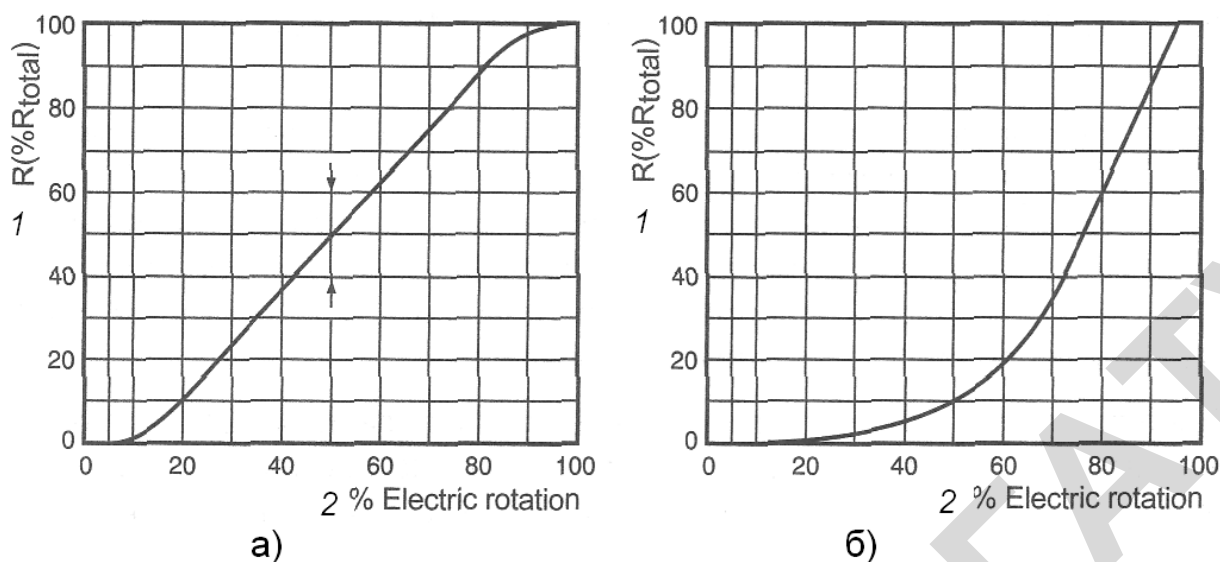

Рис. 54. Потенциометры с различными формами кривых:
Для различных применений резисторные дорожки изготавливаются с различными **характеристиками (формами кривых)**: линейной, логарифмической (рис. 54) и антилогарифмической.
**Линейный** потенциометр (рис. 54, *a*) имеет дорожку сопротивления с постоянным удельным сопротивлением (резистивностью) и поверхностью по всей длине дорожки. В **логарифмическом** потенциометре (рис. 54, *б*) дорожка сопротивления обычно делится на три секции. Каждая секция является линейной, но с разными сопротивлениями. Когда бегунок находится в начале дорожки, удельное сопротивление низкое, изменение сопротивления небольшое. В конце дорожки удельное сопротивление высокое, и в этой точке удельное сопротивление изменяется намного быстрее, чем в начале дорожки. Кроме общепринятых форм кривых, линейной и логарифмической, применяется большое разнообразие форм кривых для конкретных целей.